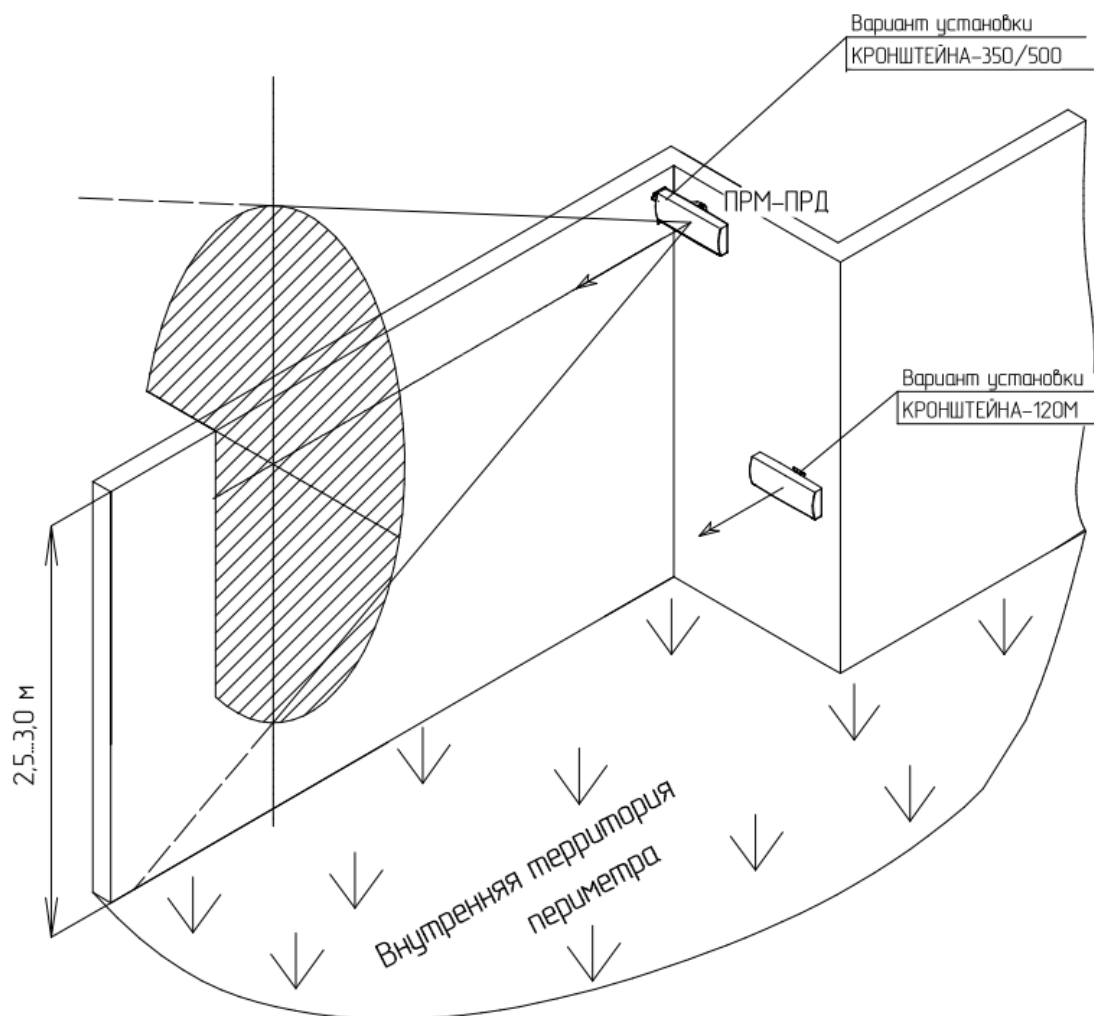

Рисунок 2.4 - Примеры установки извещателя «ЗЕБРА-42(5,8)-Ш» с применением выносных Кронштейнов 500, 350, 120
- КРОНШТЕЙН-120М (вынос 120 мм) рекомендуется применять, если направление излучения блока перпендикулярно плоскости опорной поверхности, или находится в пределах угла ($90^\circ \pm 40^\circ$) (см. рисунок 2.4).